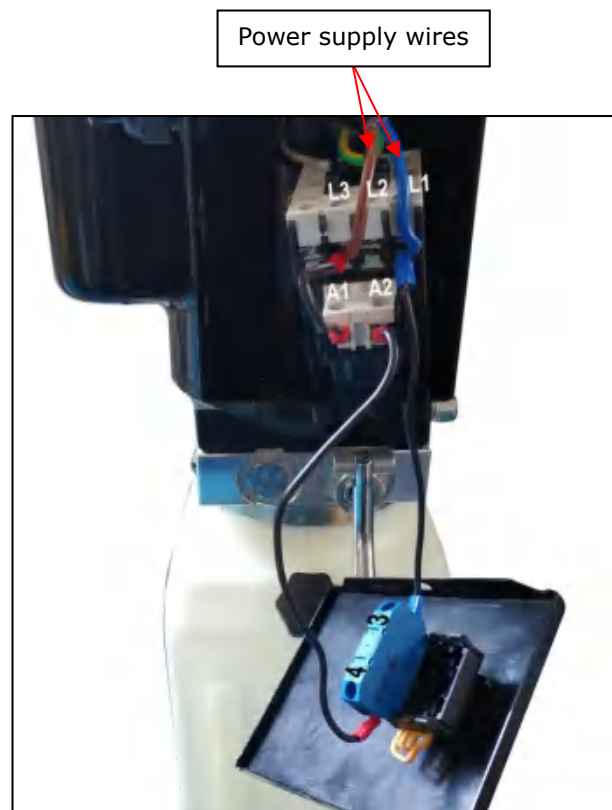

Fig. 28
2. Connection step (See Fig. 28)